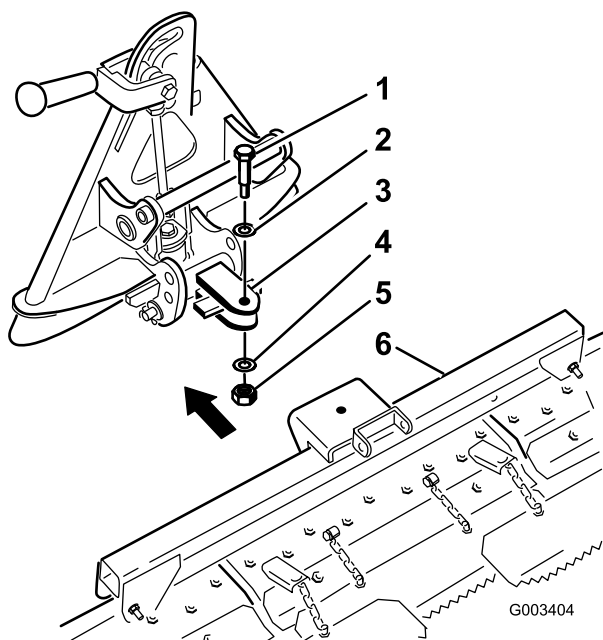

図 3
1. ショルダ・ボルト (0.531 x 1.063) 、ワッシャ (0.531 x 1.063) 、ワッシャ (0.469 x 0.922) 、ロックナット (7/16 in) を使い、図 3のようにピボット・アセンブリをツース・レーキに取り付ける。